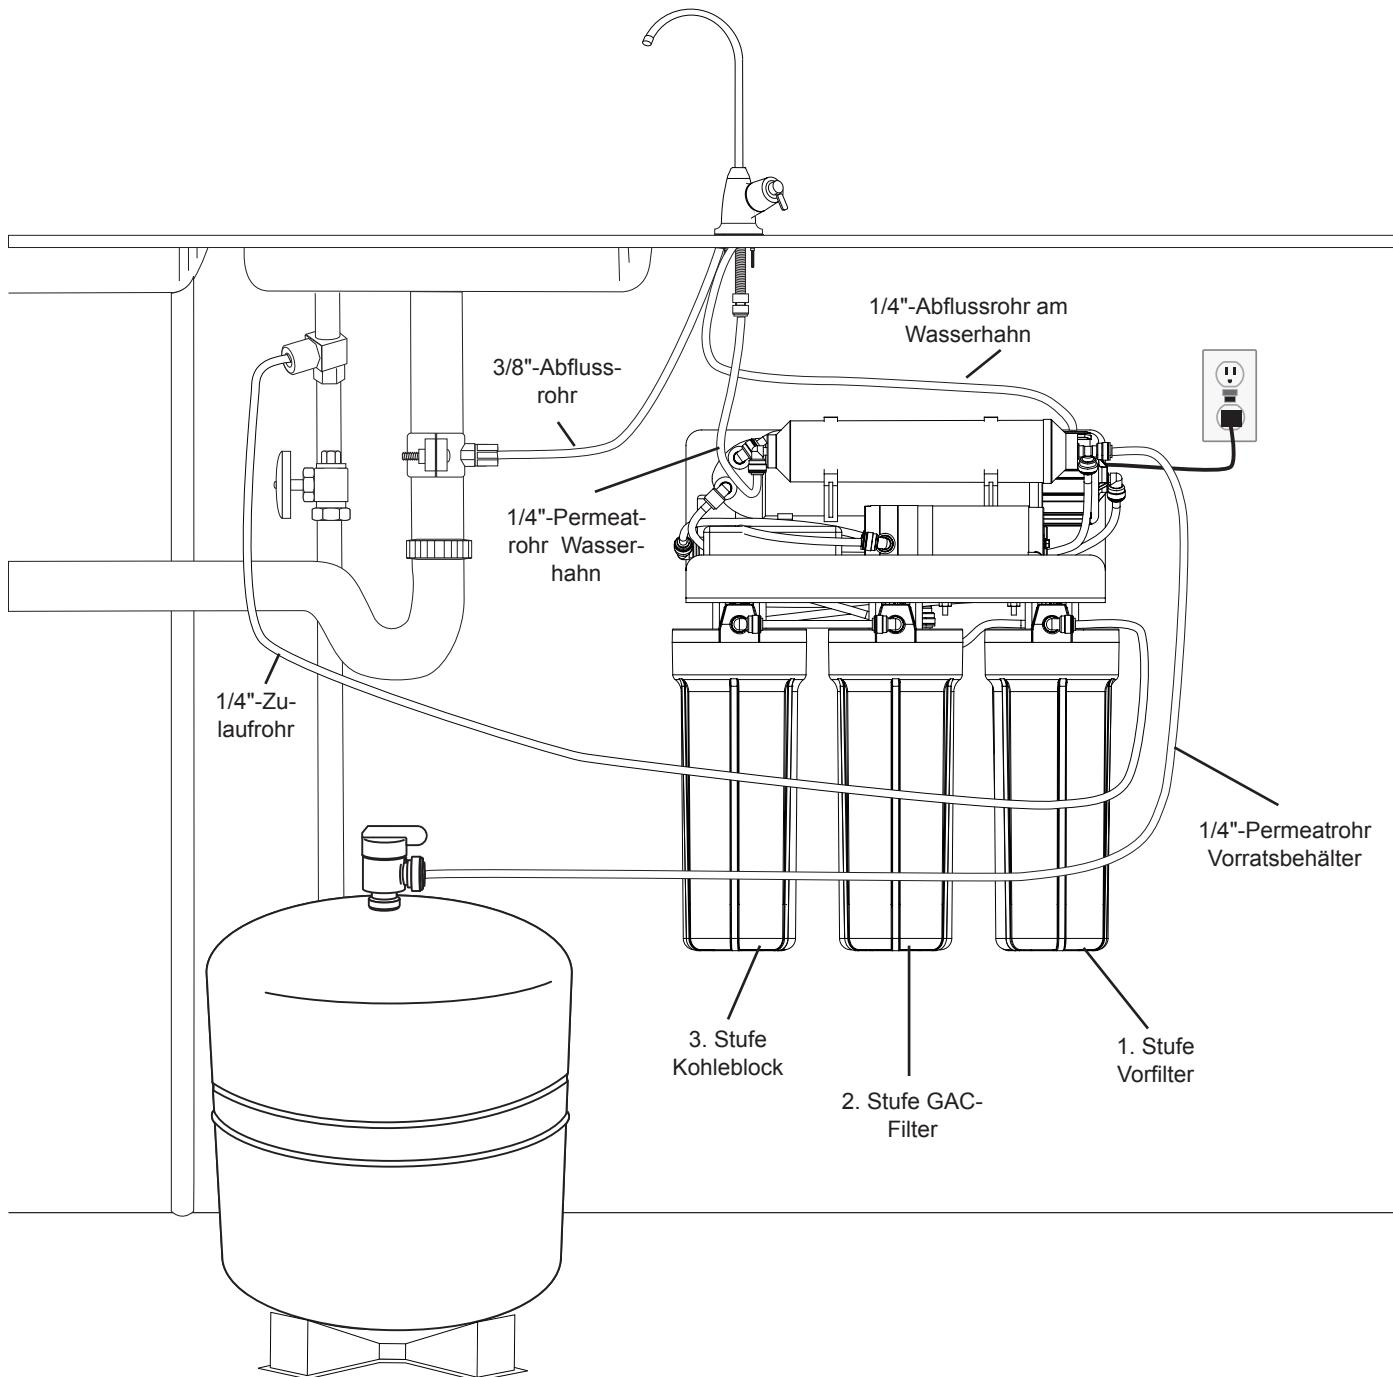

Abbildung 12
- A. Befestigen Sie die Abflussschelle an einem senkrechten Teil des Abflusssrohrs, ca. 15 cm oberhalb des Siphons. Achten Sie darauf, dass die Öffnung an der Abflussschelle zum Trinkwasserhahn hin zeigt (siehe Abbildung 12).